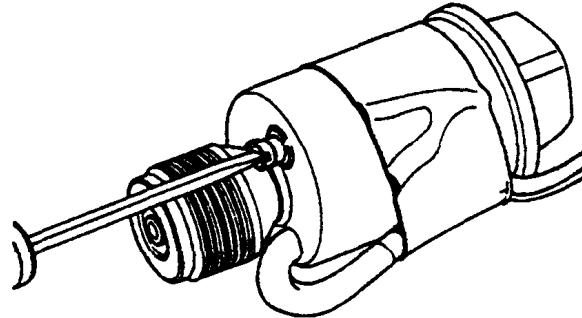

图 1-13 维修提示开关复位
对于机械式系统，可把开关上的螺钉逆时针旋转，直到灯熄灭为止（见图 1-13）。
(6) 1981~1983 款的 4-151 CJ 和抢夺者加利福尼亚 (Scramble California) 车型 汽车每行驶 30000mile 的里程，仪表板上的报警灯将点亮，以提示该对氧传感器进行维修。维修完后，把开关上的复位螺钉逆时针旋转 1/4 圈，即可使该灯复位，见图 1-13。